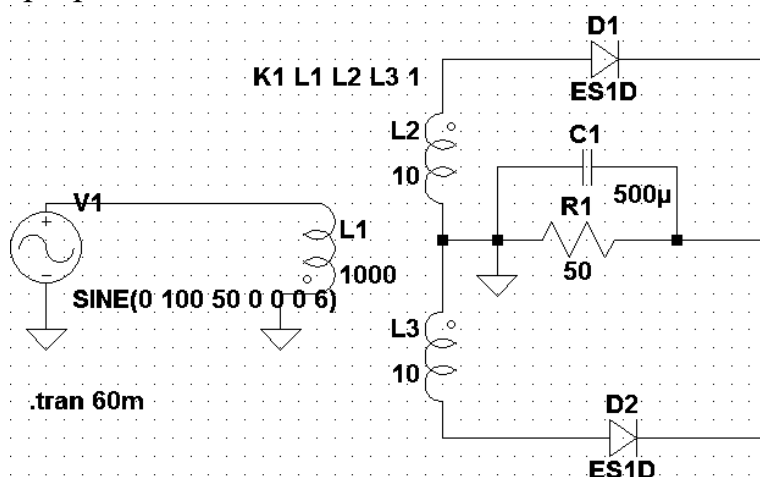

Рис. 3. Схема выпрямителя с ёмкостным фильтром
1. Создайте схему выпрямителя с ёмкостным фильтром (рис. 3). Постоянная времени цепи разряда ёмкости $\tau_1 = R_1 \cdot C_1 = 50 \cdot 500 \cdot 10^{-6} = 25 \text{ мс} = 1,25T$.